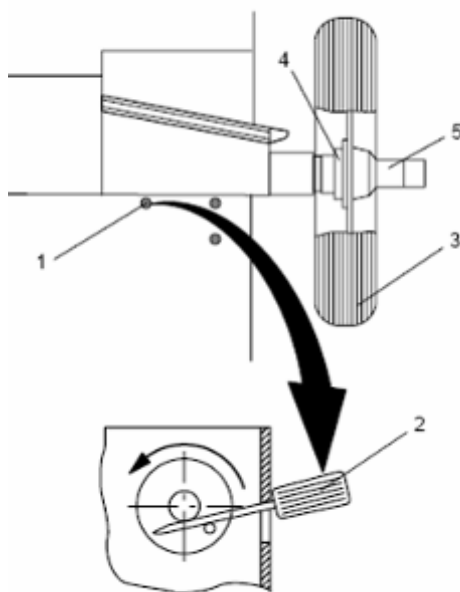

Рис. 22 Разжим колеса вручную (применяется в экстренных ситуациях)
Разжим колеса вручную при исчезновении напряжения или при неисправности в системе управления (рис. 22)
- Удалить левую крышечку (рис. 22, поз. 1) на передней стенке корпуса станка.
- Вставить в отверстие отвертку (рис. 22, поз. 2) с длиной стержня 150 – 250 мм, медленно вращая при этом колесо (рис. 22, поз. 3) назад, пока отвертка не зажмется.
- Удерживать отвертку (рис. 22, поз. 2), и вращать главный вал за колесо (рис. 22, поз. 3) или за фланец (рис. 22, поз. 4) дальше назад до тех пор, пока тяговый стержень не дойдет до конечного положения.
- Снять со станка зажимную втулку (рис. 22, поз. 5) и колесо (рис. 22, поз. 3).